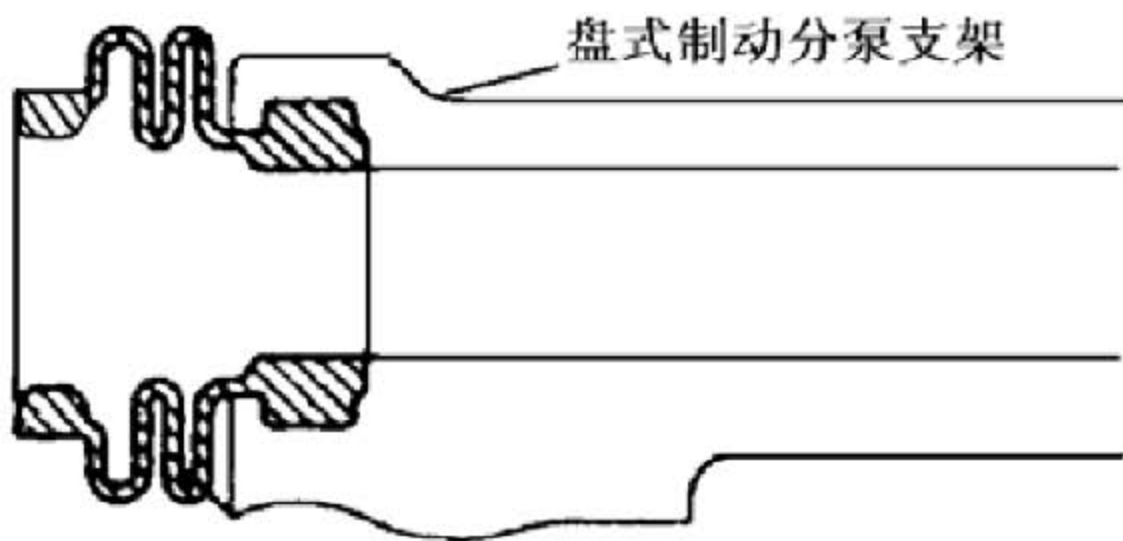

图 3—14
G). 拆卸前盘滑动销防尘套。从前盘式制动分泵支架上拆下2个防尘套，如图3—14所示。